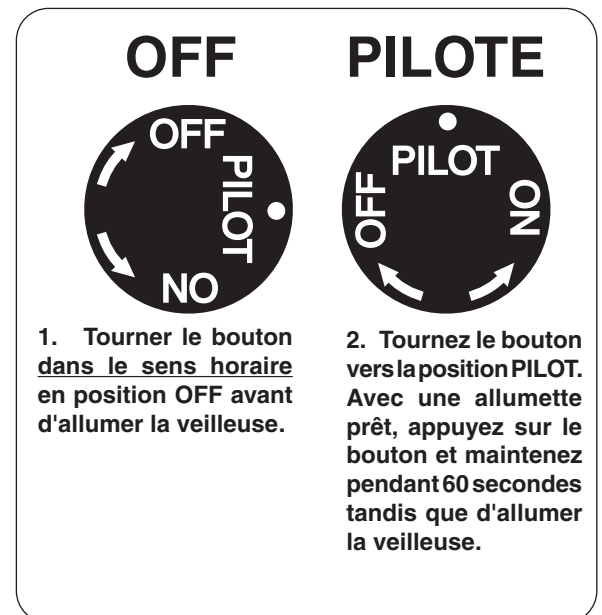

Fig. 30-1 Détail bouton de commande (OFF, PILOTE)
1. Localiser la vanne sur le côté gauche de l'appareil. Appuyer sur le bouton de contrôle du gaz et tourner dans le sens horaire en position **OFF** (Fig. 30-1).
2. Tournez le bouton de réglage dans le sens antihoraire pour **PILOTE** (Fig. 30-1). Appuyez sur le bouton de commande **fermement et pleinement** enfoncée. Mantenga partido largo chimenea o un encendedor cerca del termopar a encender el piloto. Continuez à tenir le bouton de commande pendant environ 60 secondes après que le pilote est allumé, puis relâchez le bouton. Le pilote reste allumé.